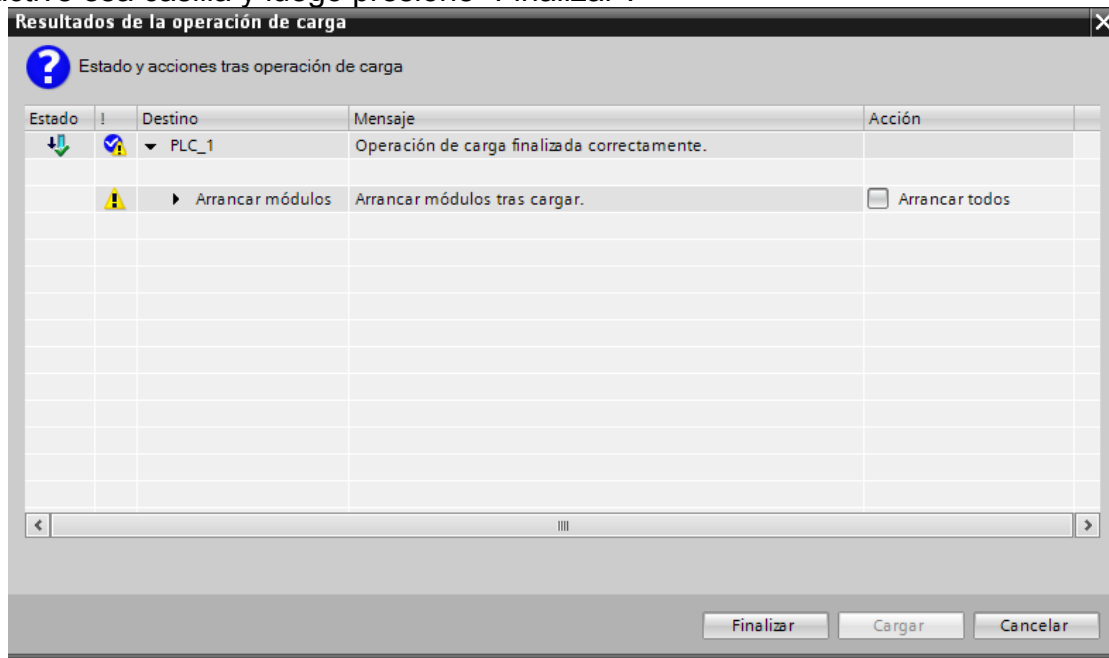

Figura 28. Ventana de resultados de la operación de carga.
33. Al finalizar de cargar deberá aparecer la ventana que se muestra en la Figura 28. La acción “Arrancar todos” es para que el PLC se coloque en modo RUN, por lo que active esa casilla y luego presione “Finalizar”.